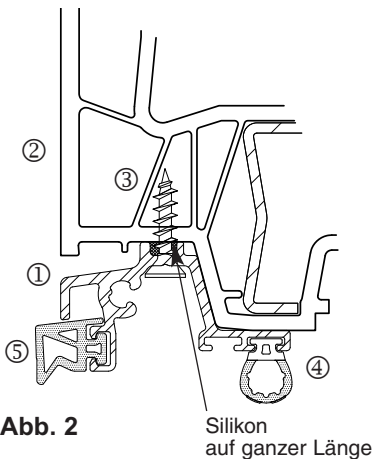

Abb. 2
- Den Wetterschenkel 1 auf dem Flügelprofil 2 positionieren und mit rostfreien Senkkopfschrauben Ø 3,9 x 16 mm 3, im Abstand von max. 30 cm, am Flügel 4 verschrauben (siehe Abb. 2).